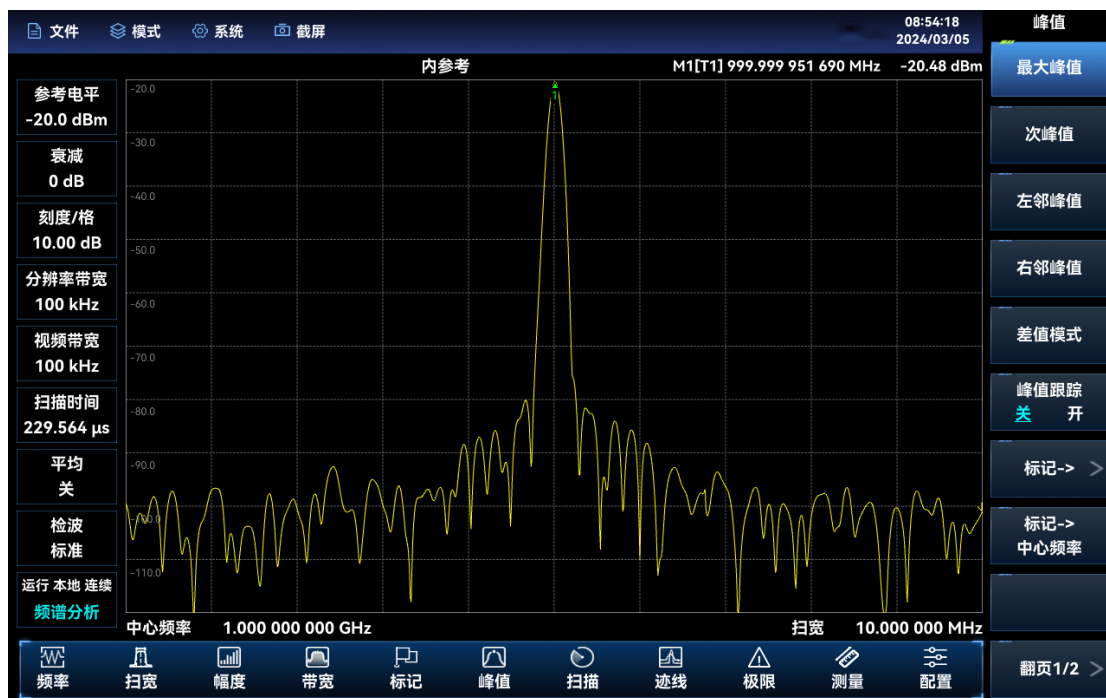

图 3.14 利用标记功能提高频率测量精度
- 按【峰值】，使标记位于信号频率上，观察此时标记读数，频率项的数值分辨率可达 0.001Hz。如图 3.14 所示。